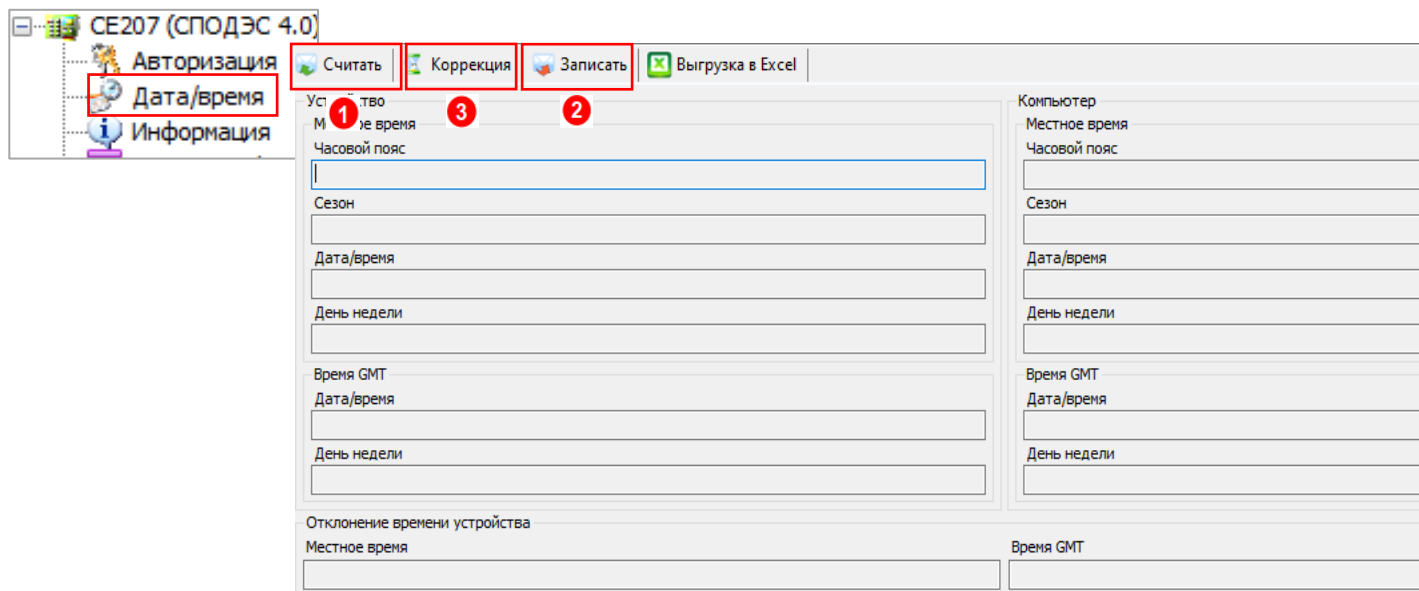

Рисунок 169
Доступна запись текущей даты и времени (по часам ПК) на вкладке «Дата/время» (2) (см. рисунок 169).
Коррекция времени выполняется на вкладке «Дата/время», нажатием на кнопку «Коррекция времени» (3) (см. рисунок 169):